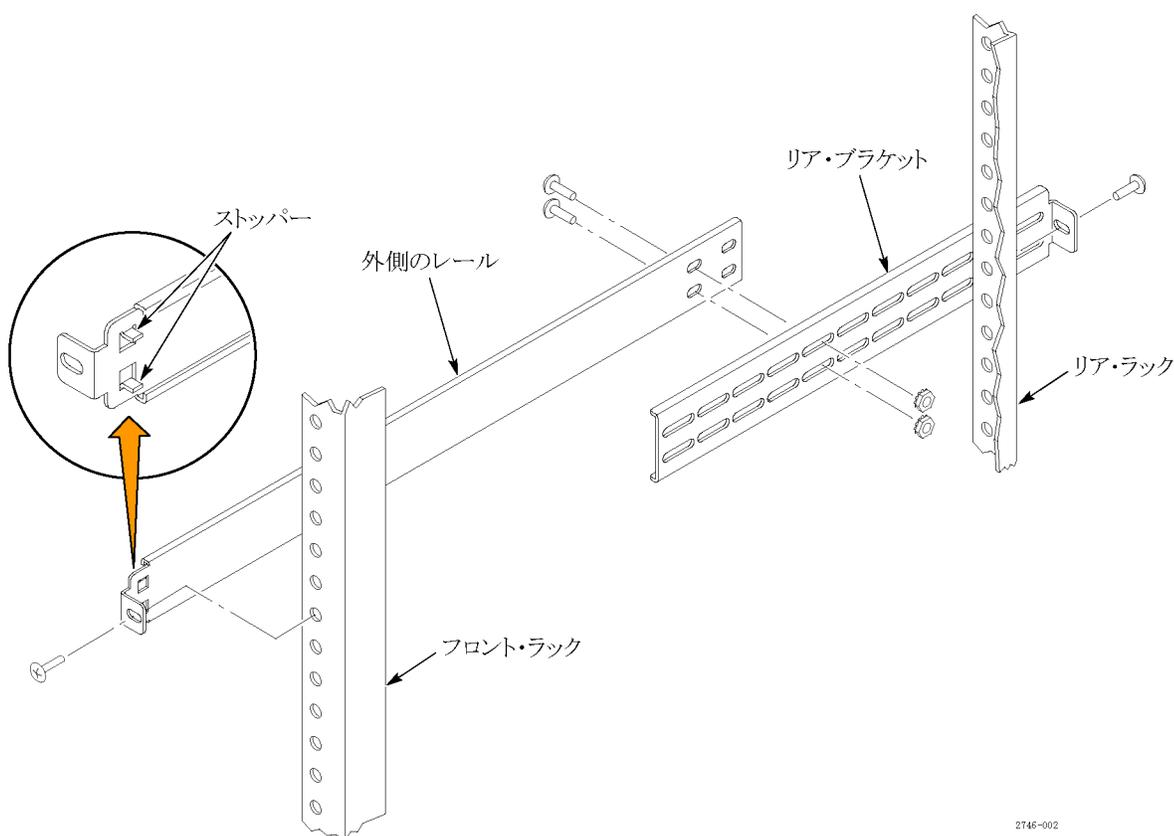

図 5: レールの組み立てと取り付け
2. リア・ブラケットを右側レールに合わせます。リア・ブラケットには、貫通穴が2列に並んでいることを確認してください。ブラケットとレールを合わせる際に、フランジ間の距離がラックマウント・ラックの前後のレール間の、先ほど測った距離と一致するように、リア・ブラケットを取り付ける一対の穴を選んでください。(図 5 参照)。